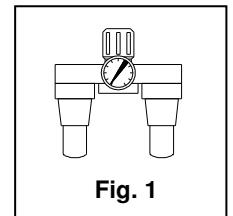

Fig. 1
- 2.3 Installer un ensemble épurateur-lubrificateur (fig. 1) et purger tous les jours le réservoir du compresseur. L'eau d'une ligne d'air peut endommager l'élévateur.